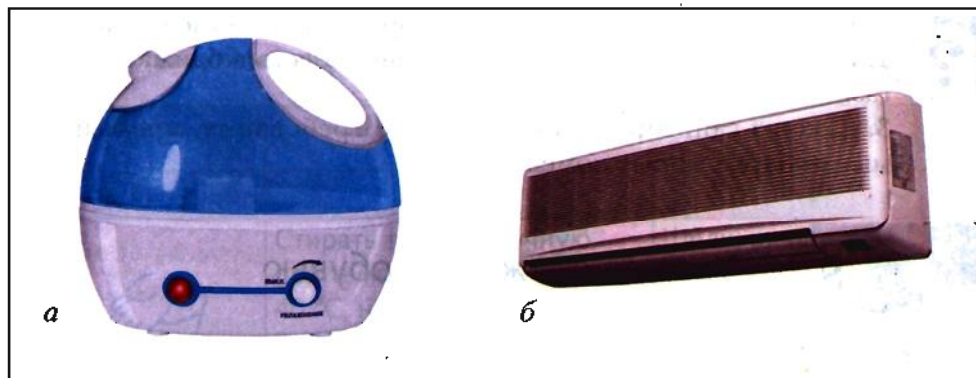

Рис. 89. Климатические приборы: *а* — воздухоувлажнитель, *б* — кондиционер
Для создания в жилых помещениях оптимальных условий для жизни человека — *микроклимата* — существует много современной бытовой техники. Для хорошего самочувствия человеку необходимо дышать свежим воздухом определённой влажности. Эту проблему помогают решить *климатические приборы* (рис. 89, а). Функции очистки воздуха обеспечивают *воздухоочистители*. *Увлажнители* и *осушители воздуха* — специальные приборы, позволяющие достичь необходимого уровня влажности в любом помещении.
*Кондиционеры* — это устройства, создающие и автоматически поддерживающие в закрытых помещениях заданные параметры микроклимата, наиболее благоприятные для самочувствия людей. Кондиционеры могут нагревать, охлаждать, осушать или увлажнять воздух, очищать его от пыли, вредных запахов и газов (рис. 89, б).